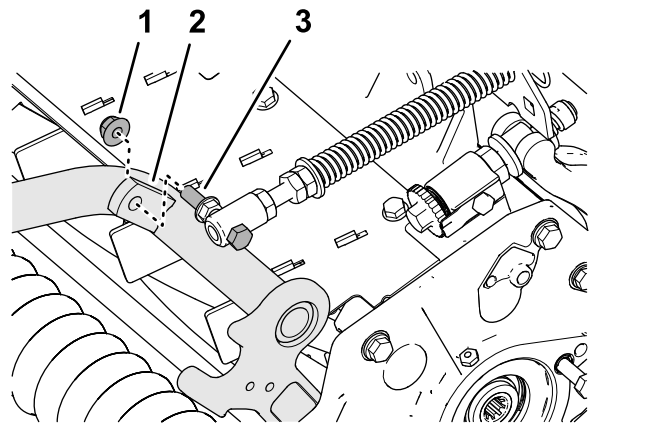

Figure 9
4. Fixez le ressort de compensation sur la patte droite du bâti porteur (Figure 9) avec le contre-écrou à embase ($\frac{3}{8}$ po).